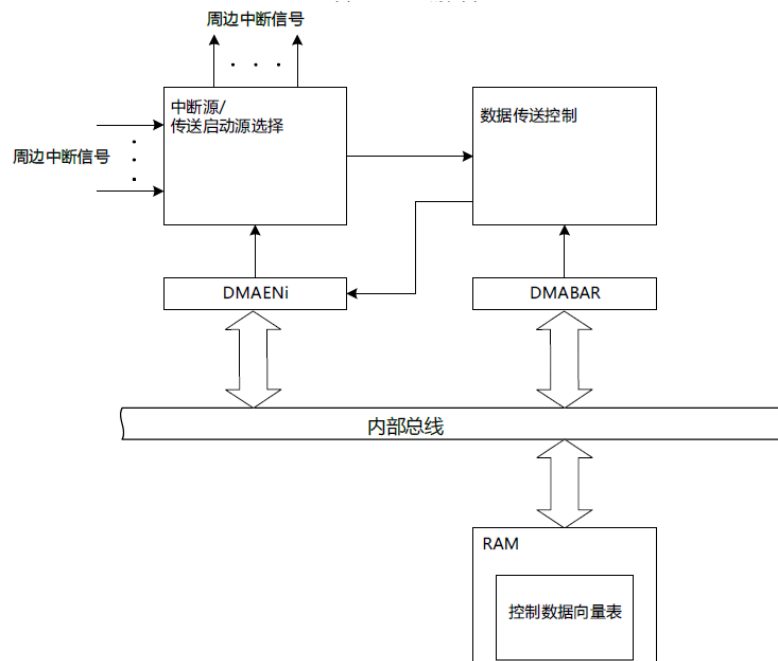

图 8-1：DMA 框图
- 如图 8-1 中的中断信号一样，ADC 的中断信号传输到 DMA 模块触发 DMA 传输，每完成一次 ADC 转换，传输计数器减 1（初始值为 16），当传输计数器从 1 减到 0 的时候，响应 ADC 中断服务程序，用户程序可从内存读取这 16 次的 ADC 转换结果。